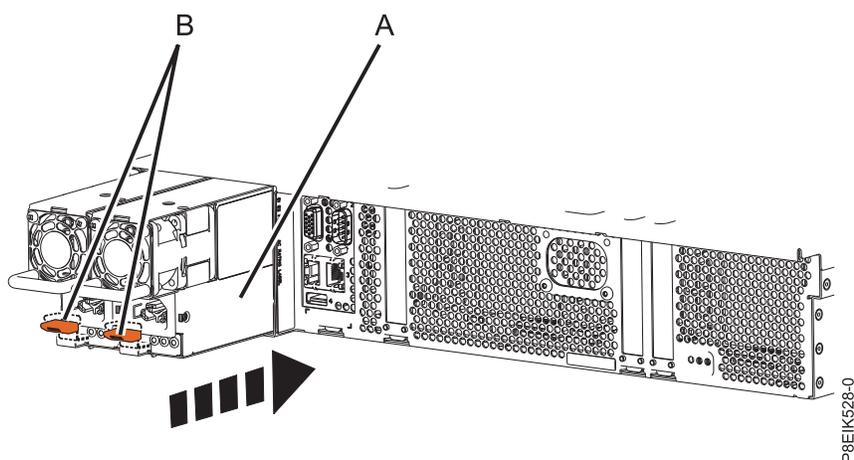

Figura 46. Sustitución de una fuente de alimentación en el sistema
2. Alinee la fuente de alimentación (A) con la bahía y deslice la fuente de alimentación en el sistema hasta que el pestillo de color terracota (B) quede bloqueado en su sitio. Consulte la Figura 46 en la página 70